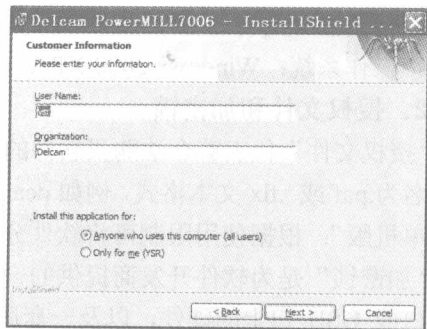

图 1-5 用户信息对话框
(4) 单击 Next 按钮，出现如图 1-5 所示对话框，进行到用户信息对话框，选择“Anyone who uses this computer (all users) (所有用户都能运用)”选项，并填写好用户信息。